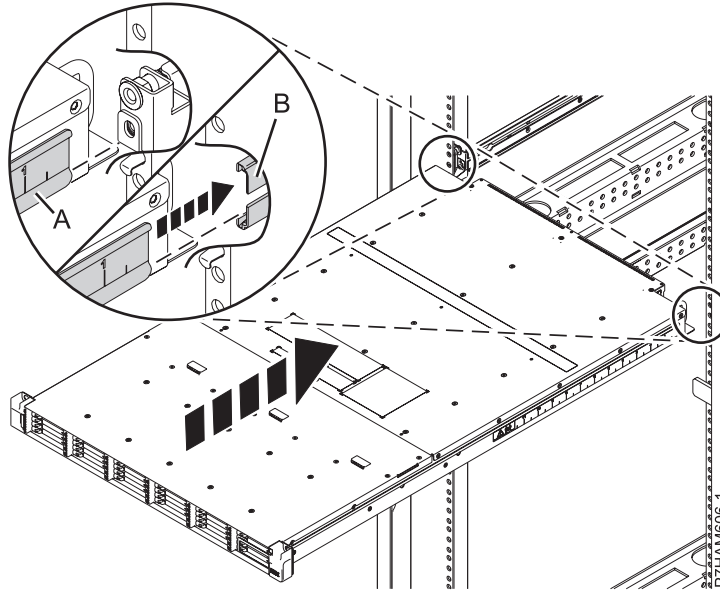

Figure 9. Insertion du boîtier dans les glissières
- c. D'un côté du boîtier, insérez le rail de guidage du châssis (A) dans l'âme de la glissière (B) comme illustré à la figure 9, à la page 10. Répétez cette opération sur l'autre côté.